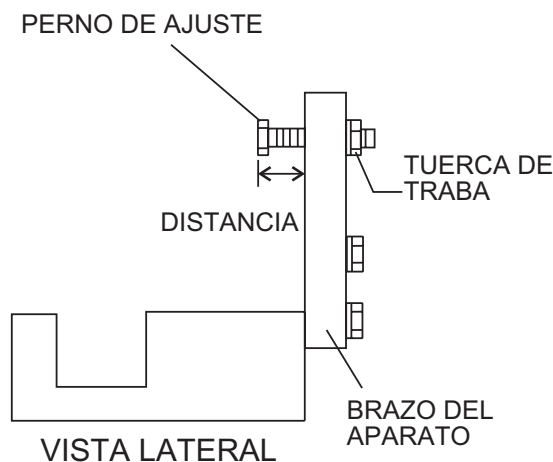

Figura 50. Vista lateral de la herramienta de ajuste de los brazos de la alisadora
La Figura 50 muestra la herramienta de ajuste del brazo de la alisadora con un brazo de alisadora insertado. A medida que se traba cada brazo de la alisadora en el dispositivo, se ajusta el perno del brazo hasta donde hace contacto con un tope del dispositivo. Esto ajustará de modo uniforme los demás brazos de la alisadora, manteniendo la acabadora tan plana e inclinada por igual tanto como sea posible.
5. Ajuste la distancia entre pernos mostrada en la Figura 50 para hacer corresponder uno de los brazos. Los otros brazos se ajustarán para igualar esta distancia.